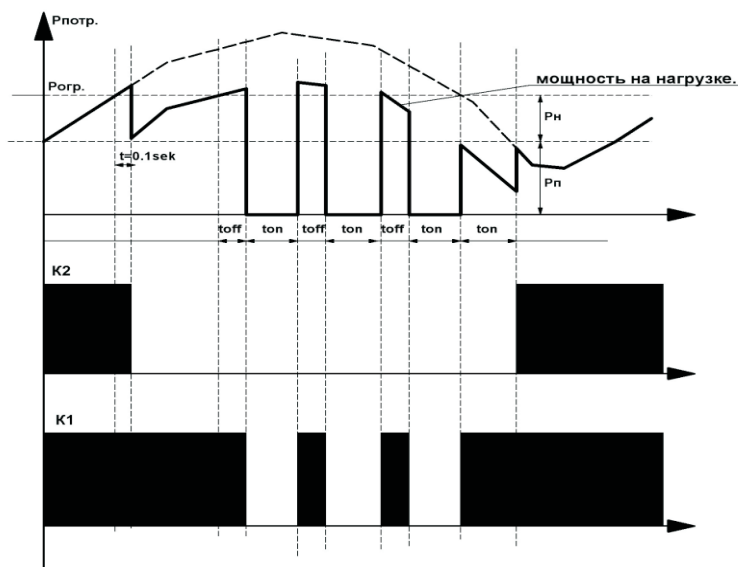

Рис.1 Диаграмма работы ОМ-630 с приоритетной нагрузкой
5.2 Режим работы с приоритетной нагрузкой. Нагрузка разбивается на две части, приоритетную  $R_p$ , отключать которую нежелательно и не приоритетную  $R_n$ . При перегрузке отключается  $R_n$  без временной задержки. Если перегрузки нет,  $R_n$  отключена,  $R_p$  подключена. Если перегрузка продолжается,  $R_p$  отключается в соответствии с установленным временем  $T_{off}$ . При снижении потребляемой мощности  $R_p$  подключается через время  $T_{on}$ , затем через это же время подключается и нагрузка  $R_n$ . Диаграмма работы на Рис.1, схема включения на Рис.2. Преимущества режима: нет полного отключения от сети питания, сум-